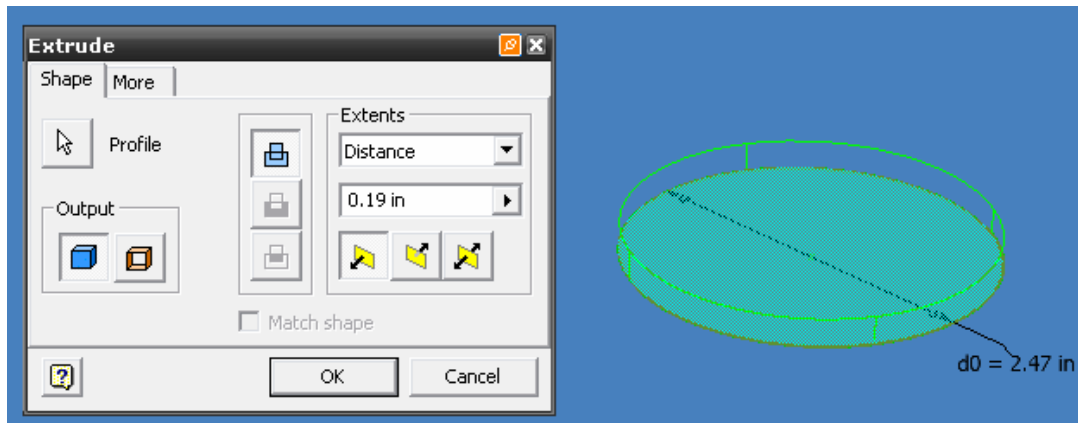

Figura 4.6 Extrusión del boceto para conversión a solido.
6.-Seleccione el comando EXTRUDE del menú PART FEATURES, inmediatamente su boceto 2D será seleccionado por el software, ingrese el valor numérico mostrado en la figura 4.6.